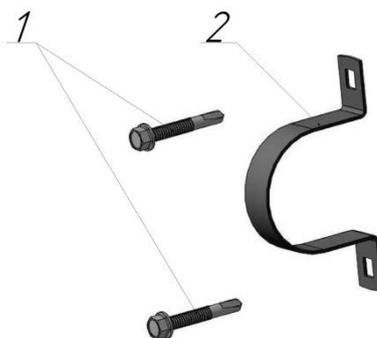

Рис. 2.6 – БЗ-V.00.080 Монтаж фиксации РВД
2.6. Состав монтаж фиксации РВД на пятке/стойке БЗ-V.00.080 приведен на рис. 2.6 и таблице 2.6.